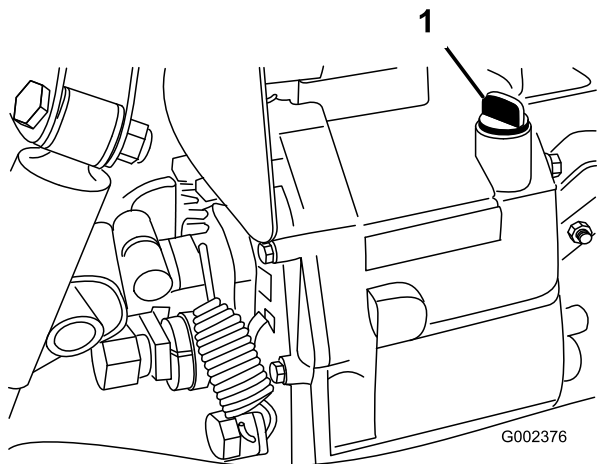

Рисунок 20
2. Очистите область вокруг отверстия для измерительного щупа (Рисунок 20).